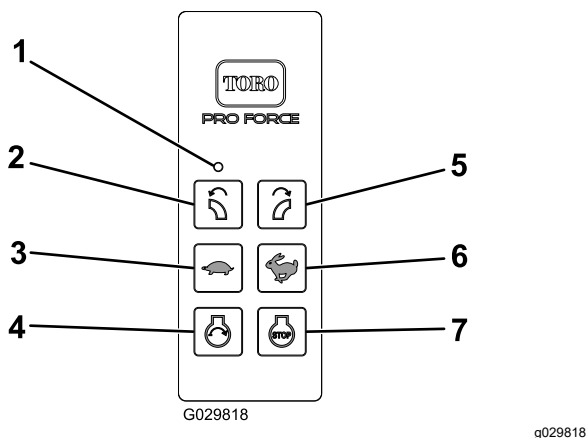

Figura 13
4. L'avvio motore si attiva solo premendo il pulsante di avviamento mentre è attiva la condizione di attivazione dell'avvio motore. La condizione di attivazione dell'avvio motore diventa attiva solo quando avete effettuato la sequenza di attivazione dell'avvio motore (Figura 13).